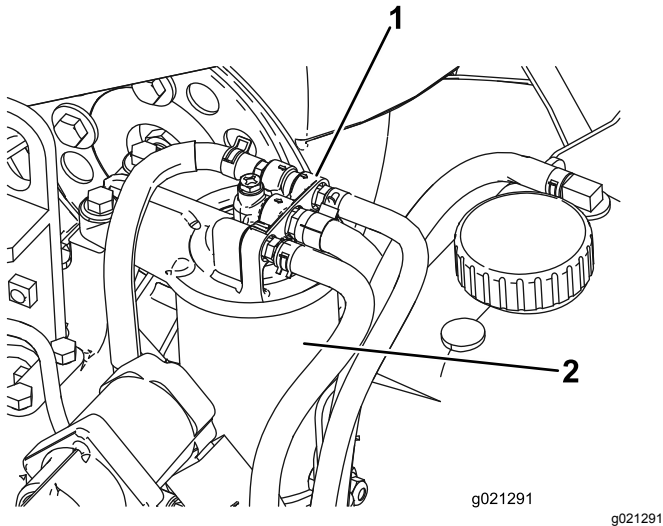

Figura 82
2. Limpie la zona alrededor de la cabeza del filtro de combustible (Figura 82).
3. Retire el filtro y limpie la superficie de montaje de la cabeza del filtro (Figura 82).